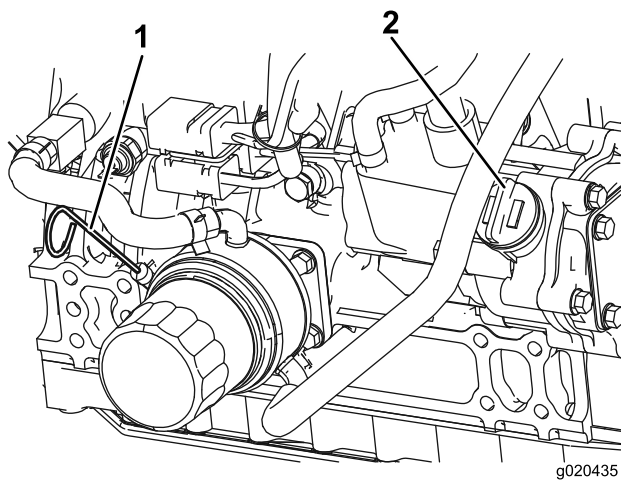

Figure 10
3. Sortez la jauge, essuyez-la sur un chiffon propre, replacez-la dans le goulot de remplissage, puis ressortez-la. Le niveau d'huile doit atteindre le repère du plein (Figure 10).
4. Si le niveau n'atteint pas le repère du plein, enlevez le bouchon de remplissage (Figure 10) et faites l'appoint jusqu'à ce que le niveau correct soit atteint. **Ne remplissez pas excessivement.**